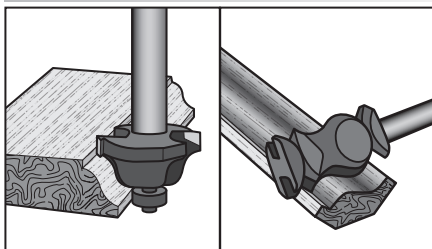

Abb. 1.
• Beim Bedarf einer festen Frästiefe, z.B. beim Kantenfräsen, siehe Abb.1 und Abb.19, stellen Sie die Tiefe wie folgt ein: